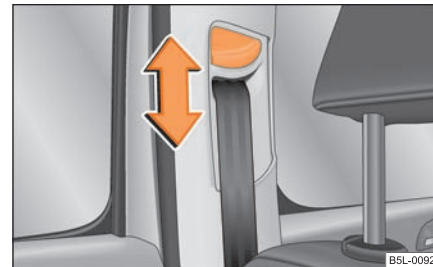

Fig. 168 Asiento delantero: ajuste de la altura del cinturón
- Desplace el herraje de inversión en el sentido deseado, hacia arriba o hacia abajo ⇒ página 163, fig. 168.